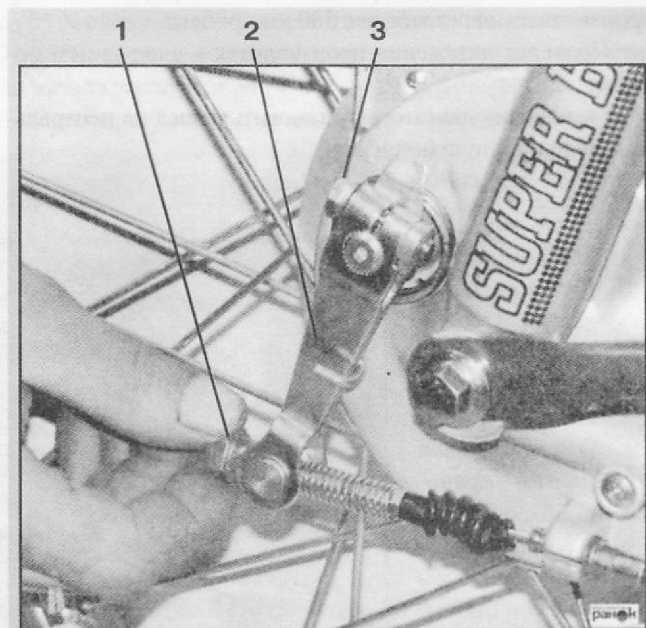

Рис. 32. Регулировка переднего тормоза: 1 - регулировочная гайка; 2 - тормозной рычаг; 3 - гайка тормозного рычага переднего колеса
- отрегулировать свободный ход рычага переднего тормоза (для уменьшения свободного хода нужно вращать регулировочную гайку 1 (рис. 32) по часо-